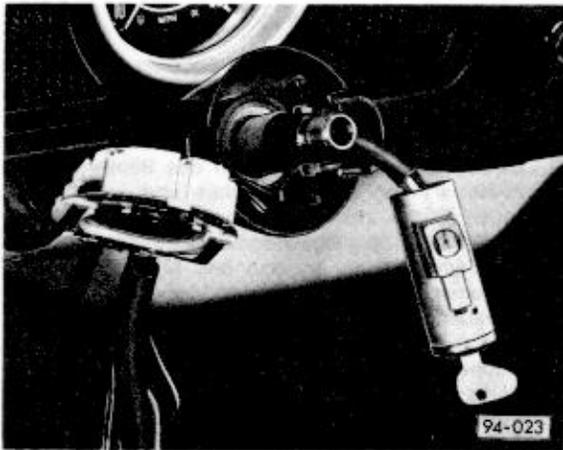

Abb. 3 VW 1200 Zündanlaßschalter aus- und einbauen
- 2 – Zündschlüssel in Stellung „Fahrt“ drehen, Schließzylinder zusammen mit Lenkschloß und Anlaßschalter aus der Führung herausziehen (Abb. 3), Zündanlaßschalter ausbauen.